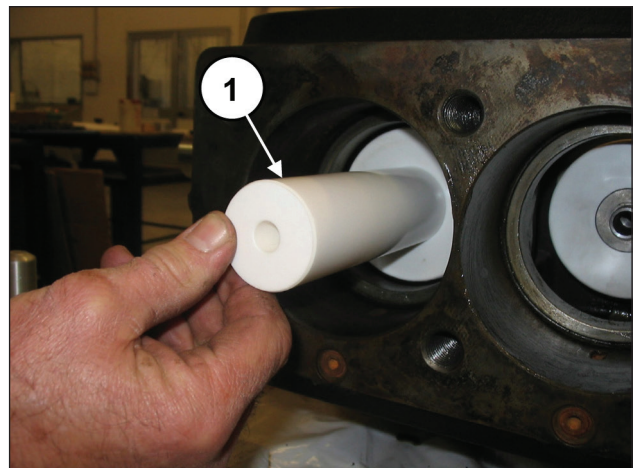
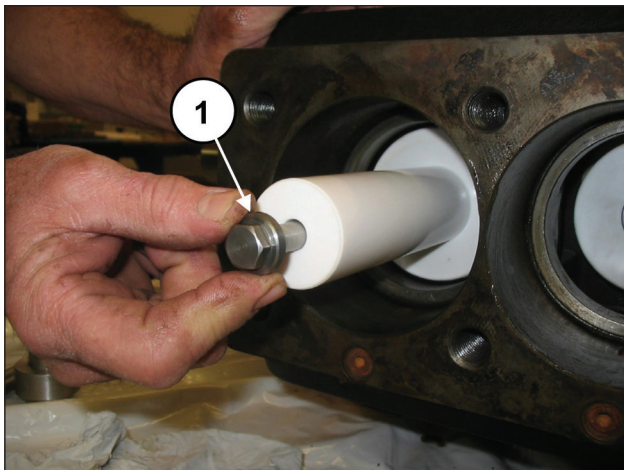

Abb. 147
Abb. 148
Montieren Sie die Kolben in die entsprechenden Führungen (Pos. ①, Abb. 147) und befestigen Sie diese lt. Pos. ①, Abb. 148.